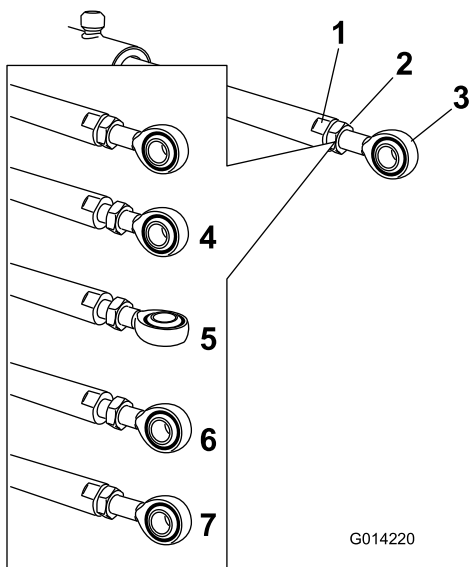

図 64
5. アクチュエータロッドの平たい面にスパナをあてがって回転しないように押さえ、ジャムナットをゆるめて、アiletロッドを調整できるようにする 図 64。
6. アイレットロッドを回転させてアクチュエータを希望の長さに調整する 図 64。